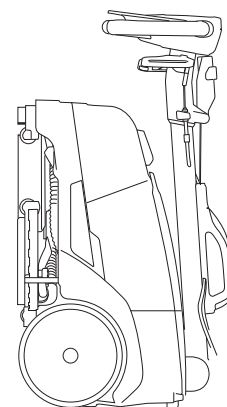

Fig.4
- Rode a máquina na posição vertical (Fig.4).